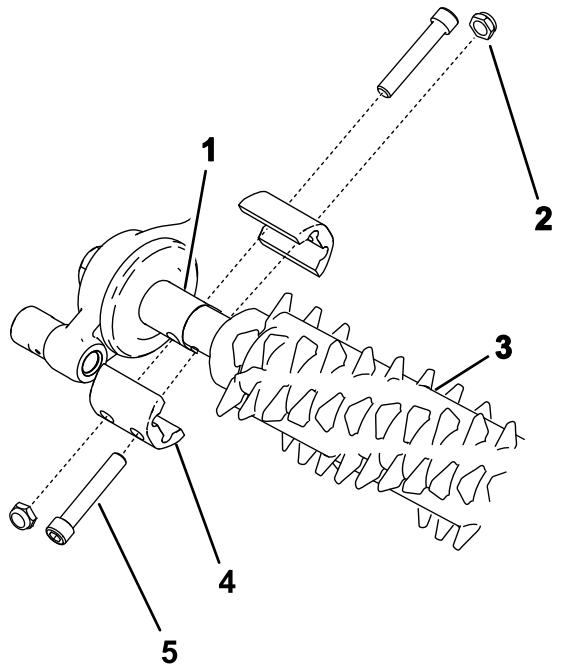

Bild 17
## Fluchten Sie die Groomingspindel mit dem Groomerantrieb und der Spannscheibe aus (Bild 17).
3. Befestigen Sie den Groomer an der Maschine, wie in Bild 17 abgebildet, und ziehen Sie die Schrauben an.